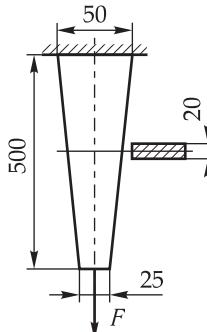

Рис. 2.5
**2.16\***. Сталева пластина завтовшки 20 мм і розмірами, зазначеними на рис. 2.5, розтягується силою  $F = 75$  кН. Побудувати епюру нормальних напружень і визначити абсолютне видовження пластини.